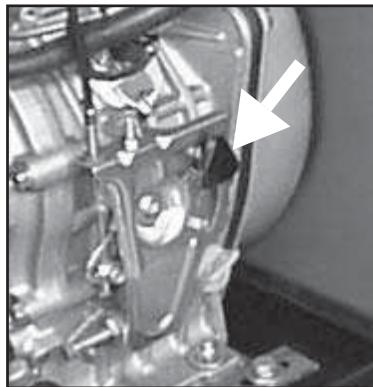

Fig. 7
- 2) Version Motor Yanmar: ställ gaskontrollen, som sitter på motorn (se fig. 7) i den högre positionen; vänta tills motorn är helt avstängd; ställ tillbaka nyckeln i läge "OFF".